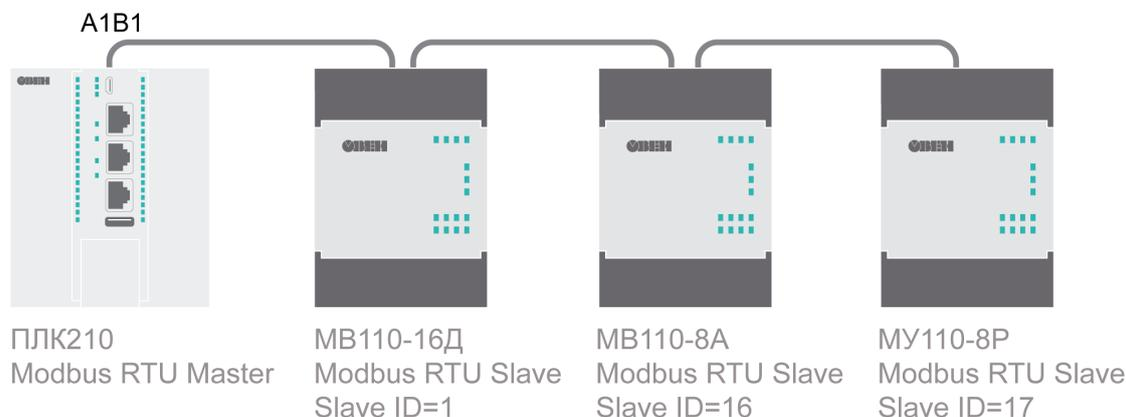

Рисунок 6.1 – Структурная схема примера
1. Настроить модули **Mx110** с помощью программы **ОВЕН Конфигуратор/Конфигуратор M110** в соответствии с таблицей 6.1. Подключить модули к контроллеру в соответствии с рисунок 6.1.